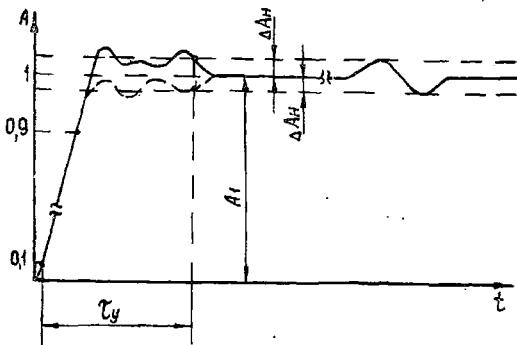

Рис. 8.
12.3.3.4. Определение параметров переходной характеристики — время нарастания переходной характеристики (t_r , рис. 8) тракта вертикального отклонения определяется во всех калиброванных положениях переключателя «V/ДЕЛ» путем подачи на вход тракта вертикального отклонения среднего испытательного импульса от генератора ТР-0306 (длительность не менее 35 нс).
— проверка величины выброса на переходной характеристике (ЛА рис. 8) тракта вертикального отклонения производится во всех калиброванных положениях переключателя «V/ДЕЛ» путем подачи на вход тракта вертикального отклонения среднего испытательного импульса от генератора ТР-0306 (длительностью не менее 35 нс). Проверка производится импульсами положительной или отрицательной полярности.
— проверка неравномерности переходной характеристики (ΔA , рис. 8) производится во всех положениях переключателя «V/ДЕЛ» путем поочередной подачи на вход тракта вертикального отклонения длительного испытательного импульса от генератора ТР-0306 (длительность не менее 87,5 нс).
проверка времени установления переходной характеристики (t_y , рис. 8) производится во всех калиброванных положениях переключателя «V/ДЕЛ» путем подачи на вход тракта вертикального отклонения длительного испытательного импульса от генератора ТР-0306 (длительность не менее 87,5 нс).